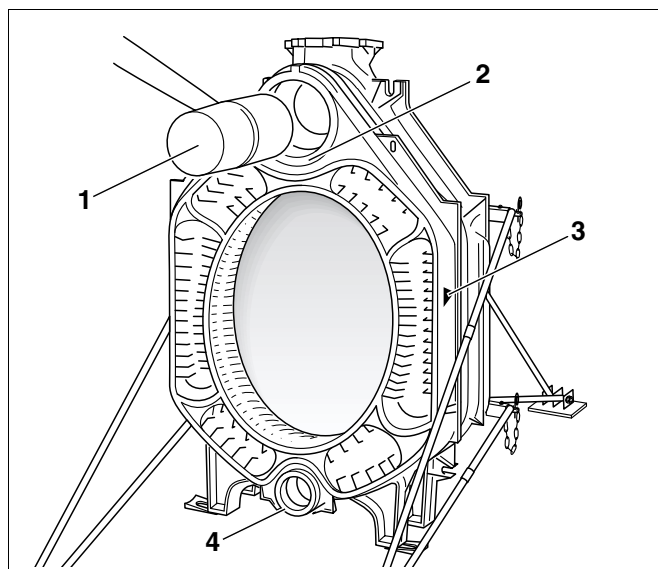

Fig. 18 Montering av midtelement
- Sett midtelementet med øvre og nedre nav (Fig. 18, **Pos. 2 og 4**) på niplene i bakelementet. Innbyggingsretningspilen (Fig. 18, **Pos. 3**) må peke bakover.
- Bank det første midtelementet mot bakelementet ved hjelp av en tre- eller gummihammer (Fig. 18, **Pos. 1**).